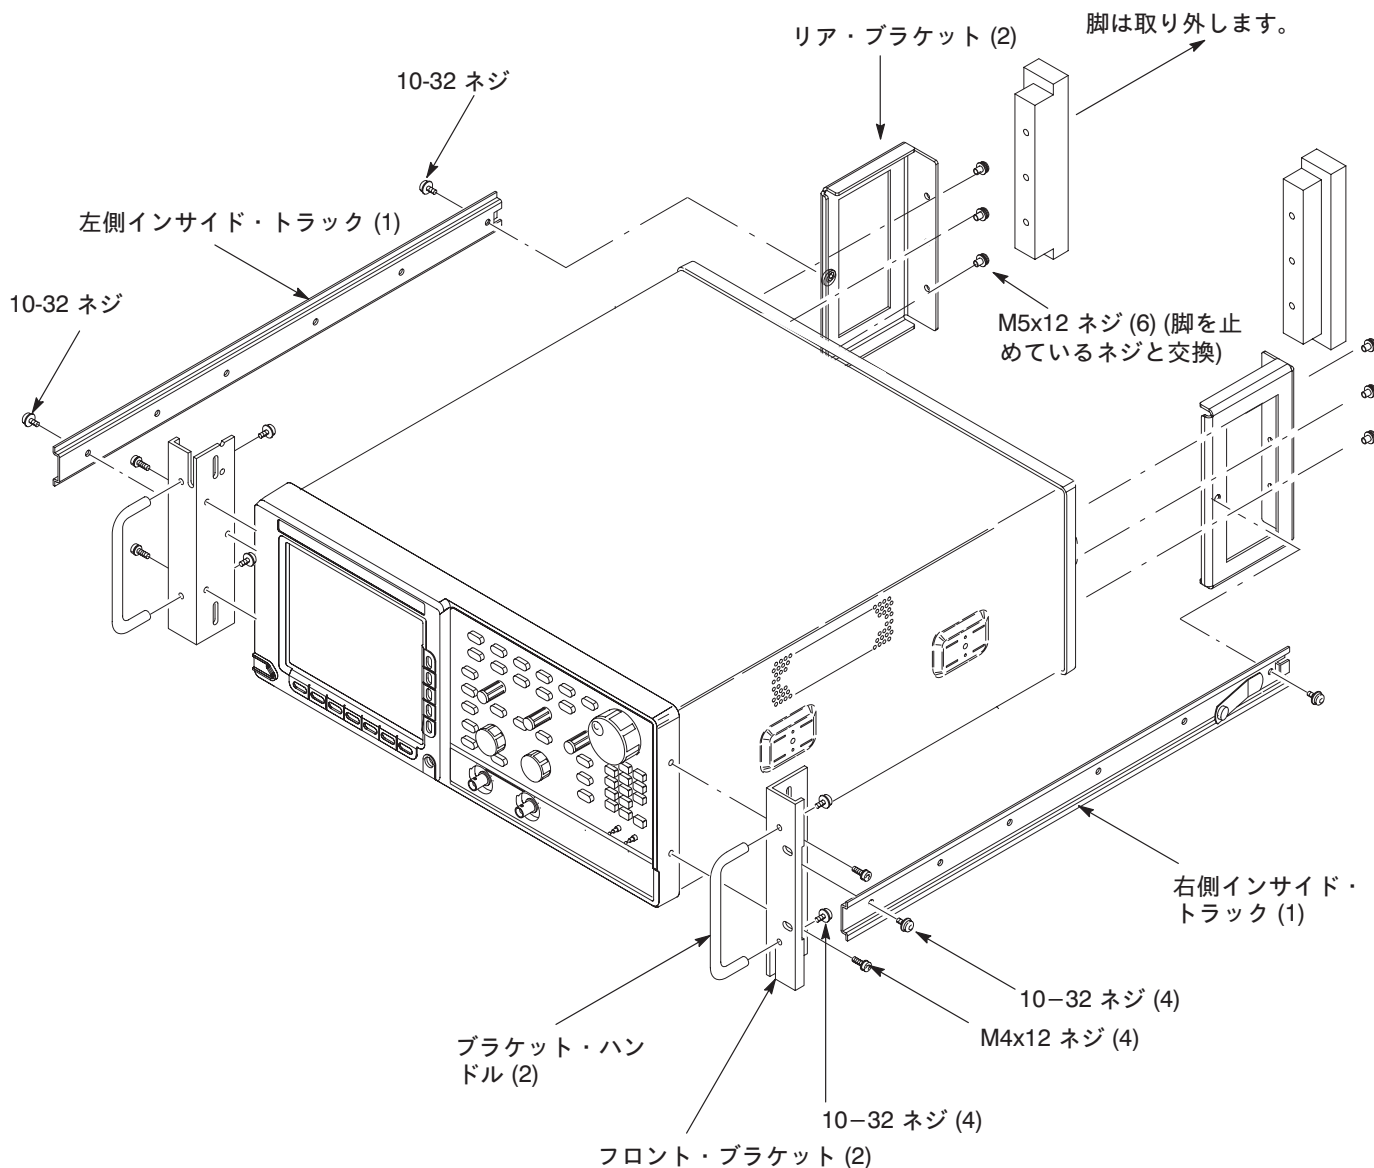

図 10-5: マウント部品の取付け
1. 部品の確認：キットの中から図10-5の部品を取り出します。図のかっこ内の数字は必要な数です。必要な部品と個数が揃っていることを確認します。
- b. ブラケットの取付け： #2 Phillips チップのドライバ（アイテム番号 1 & 2）を用いて、M5×12ネジで、リア・ブラケットを取り付けます。（図 10-5参照）ネジは、16 inch-lbs のトルクで締めてください。
- 2本のインサイド・トラックを用意します。（図10-5参照）